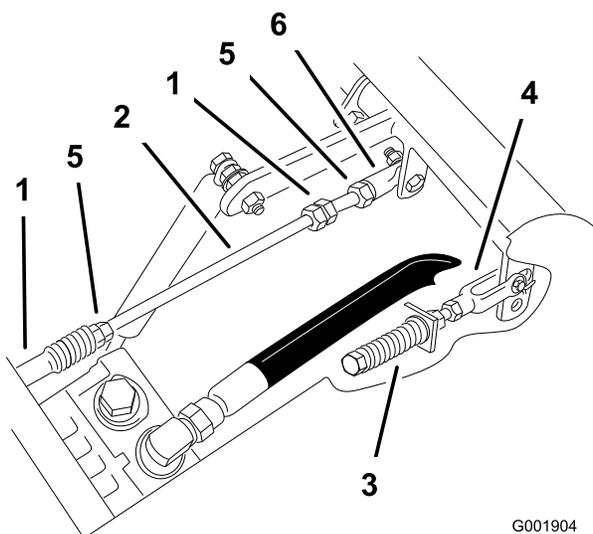

Bild 75
1. Lockern Sie die Sicherungsmuttern an den Kugelgelenken der Pumpsteuerungsstange (Bild 75).
3. Stellen Sie die Länge der Pumpstange ein, indem Sie die Doppelmutter an der Stange so weit in die entsprechende Richtung drehen, bis das Rad stillsteht oder sich leicht zurückdreht (Bild 75).
- Ziehen Sie die Klemmmuttern an den Kugelgelenken fest (Bild 75).